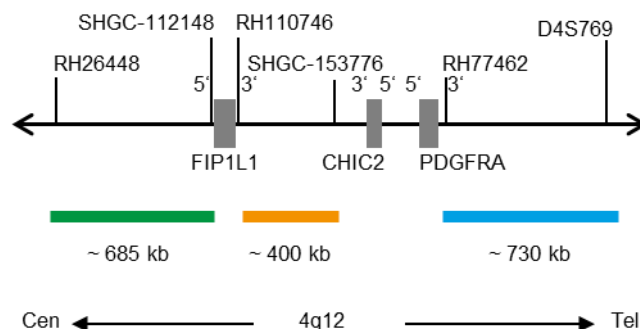

Fig. 1 : Carte de la sonde SPEC PDGFRA/FIP1L1 (pas à l'échelle)
- Polynucléotides marqués au ZyGreen (excitation 503 nm/émission 528 nm) (~10,0 ng/μl), qui ciblent des séquences cartographiées en 4q12* (chr4:53,552,536-54,238,252) à proximité de la région du point de rupture FIP1L1 (voir figure 1).
- Polynucléotides marqués au ZyOrange (excitation 547 nm/émission 572 nm) (~4,5 ng/μl), qui ciblent des séquences cartographiées en 4q12* (chr4:54,351,156-54,749,671) à proximité de la région du point de rupture PDGFRA (voir figure 1).